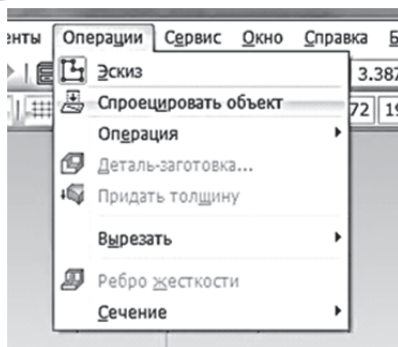

Рисунок 11.9
8. Установите вид справа, отметьте курсором боковую грань уголка и создайте новый эскиз. Открыв эскиз, выполните команду «Операции→Спроецировать объект» (рис. 11.9) и спроецируйте в эскиз построенную ранее ломаную линию. На инструментальной панели щёлкните на кнопке «Ребро жёсткости». Внизу появится панель свойств, на которой установите следующие параметры: «Положение» — «В плоскости эскиза»; «Прямое направление»; «Толщина стенки» — 2,0. После ввода параметров щёлкните на кнопке «Создать объект».